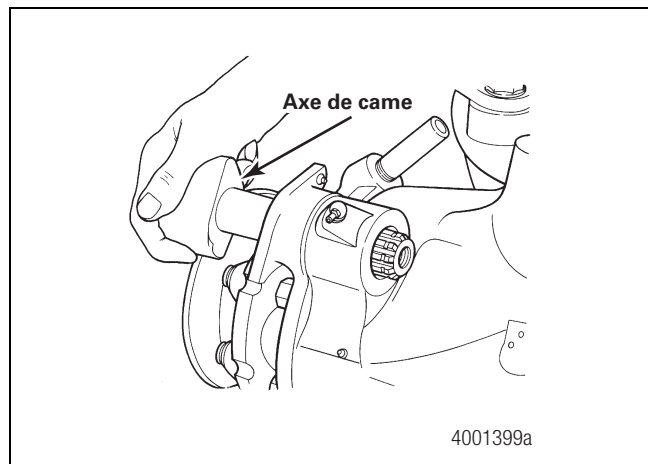

Figure 5.21
4. Glisser l'extrémité cannelée de l'axe de came dans le logement de roulement et la tête de pont. Attention de ne pas endommager les paliers et la bague d'étanchéité au passage des cannelures. Figure 5.21.